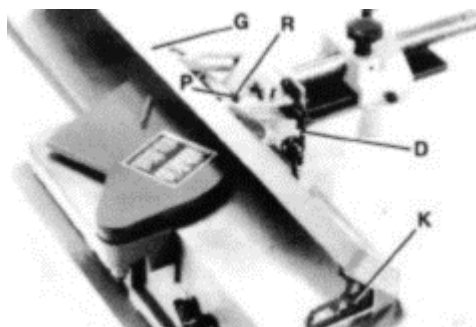

Рис. 43
7. Наклоните ограждение (G), Рис. 43, внутрь до упора и затяните фиксирующую ручку (D). Используя угольник (К) на столе и напротив ограждения, проверьте, находится ли ограждение под углом 45 градусов внутрь к столу.
8. При необходимости регулировки ослабьте контргайку (P), Рис. 43. Вращайте винт (R) до тех пор, пока не убедитесь, что ограждение направлено внутрь к столу на 45 градусов. Затяните контргайку (P) и фиксирующую ручку (D).